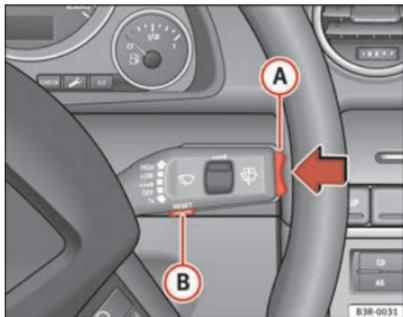

Abb. 58 Scheibenwischerhebel: Funktionswahlschalter
- Drücken Sie den Funktionswahlschalter im Scheibenwischerhebel **A** ⇒ Abb. 58 oben bzw. unten, um den eingestellten Wert zu verändern. Die Werte laufen in Schritten von 10 km/h auf- bzw. abwärts.
- Drücken Sie die Reset-Taste im Scheibenwischerhebel **B** ⇒ Abb. 58 solange, bis im Display das durchgestrichene Geschwindigkeitswarnsymbol der Warnschwelle 2 erscheint.